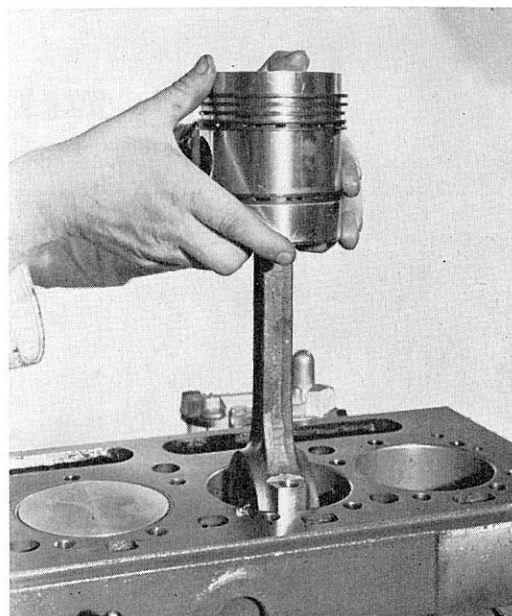

Fig. F2.
- S'assurer que le numéro marqué sur la bielle se trouve du côté de la pompe d'injection et introduire dans le cylindre la bielle et le piston (Fig. F2).